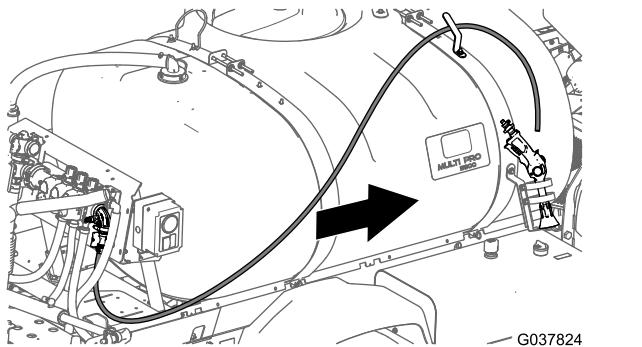

图95
4. 沿打药车药缸朝喷枪支架的方向向前铺设供水软管并用3条扎带将软管固定到药缸架上图95。